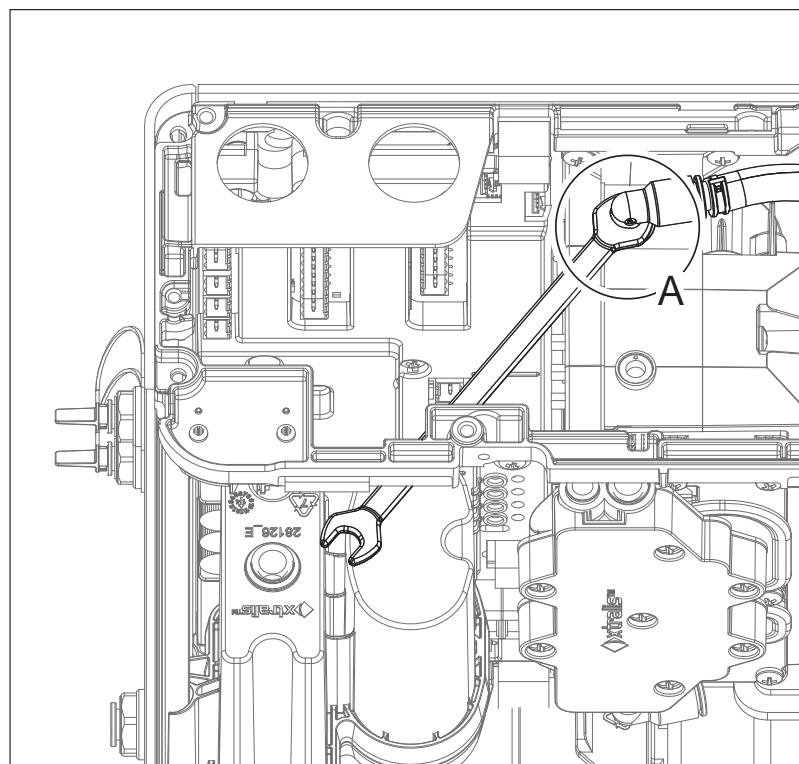

Рис. 7-30: Отсоединение трубы
8. Отсоедините трубку (A) от модуля дымового датчика (Рис. 7-30).